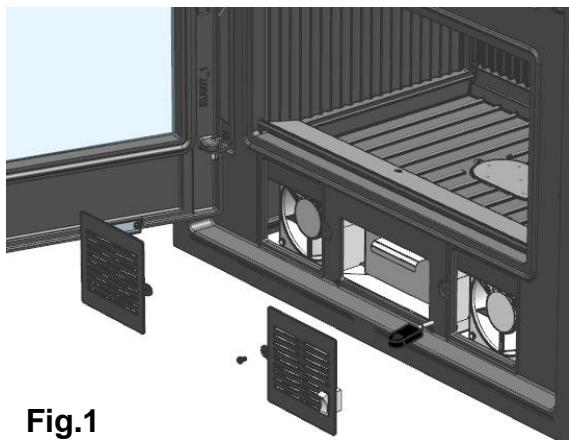

Fig.1
1. Soltar la rejilla frontal aflojando el tornillo que lo sujetá (Fig.1).